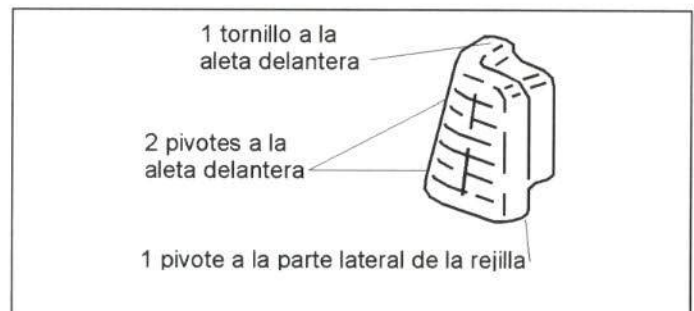

Figura 19.- Unión del piloto delantero
En la figura 19 se muestra su unión.
- Pilotos delanteros (figura 19).